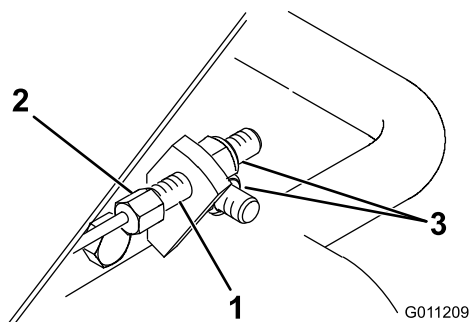

Figura 48
1. Tendete il cavo tenendo ferma la sua estremità esagonale con una chiave fissa doppia e ruotando il dado all'estremità del cavo con un'altra chiave (Figura 48).